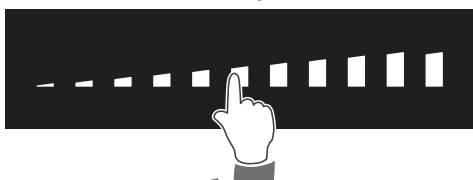

Рис. 2.3
- Выберите настройку селектора [между “*I*” (минимум) и “*P*” (максимум)]: коснитесь одной точки, чтобы «перейти» к определенной настройке или проведите пальцем по селектору (рис. 2.3).
- Выберите уровень мощности [от “1” (минимум) до “9” (максимум)]: выберите нужный уровень мощности на селекторе питания или проведите пальцем по нему(рис. 2.3).
- Чтобы отключить функцию «Мост», повторяя одновременный выбор обоих элементов приготовления или выключение по клавише ①.